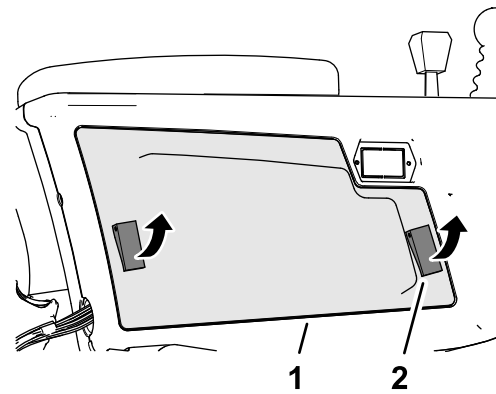

Figura 96
2. Abra los 2 enganches que sujetan la cubierta del brazo de control al brazo de control, y retire la cubierta (Figura 96).